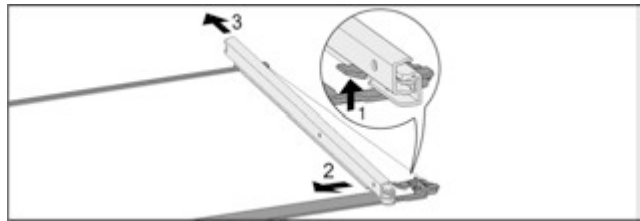

Fig. 58 Скляна пластина з рейками
- ▶ Натиснути передній гачок-фіксатор вгору. Fig. 58 (1)
- ▶ Виштовхніть виїзну рейку в сторону Fig. 58 (2) та назад Fig. 58 (3).